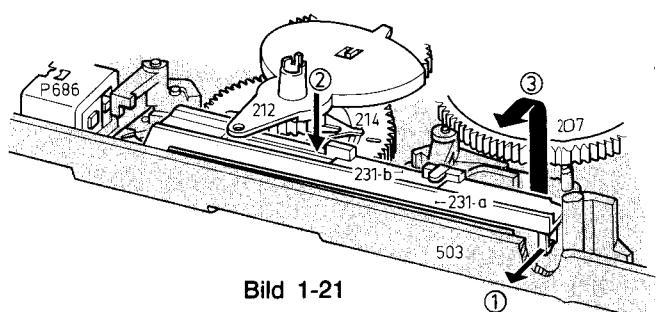

Bild 1-21
- ① Klickverbindung zwischen der Bremsstange Pos. 231a und Pos. 231b auf der rechten Seite (Bild 1-21) öffnen und ② ③ den Bügel Pos. 231a auf der rechten Seite hochbiegen, bis sich der unterste Stift über den Rand der Chassisplatte drehen lässt.